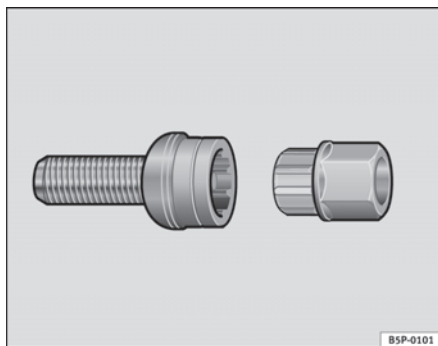

Abb. 179 Diebstahlhemmende Radschrauben
- Setzen Sie den Adapter bis zum Anschlag in der diebstahlhemmenden Radschraube ein ⇒ **Abb. 179**.